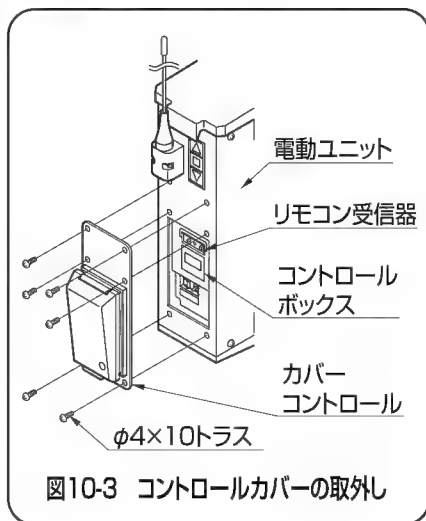

図10-3 コントロールカバーの取外し
- ①コントロールカバーをはずしてください。(図10-3参照)